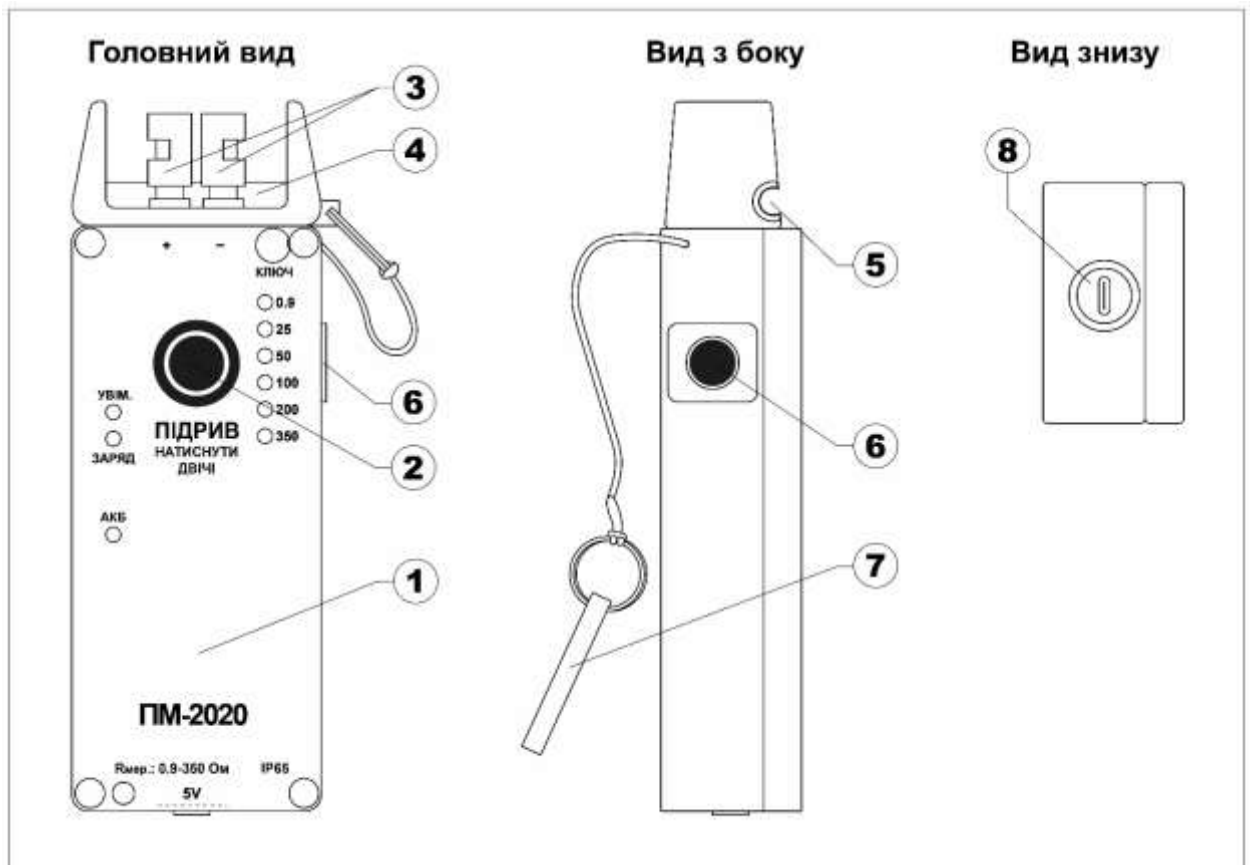

Рисунок. 2: Складові частини приладу
- 2.2. На верхньому торці приладу розташовані клеми для підключення електричного ланцюга вибухової мережі. Клеми захищені бампером в задній частині якого сформована виїмка для закріплення ключа при транспортуванні. На передній кришці розташовані індикатори, кнопка підриву та бойове гніздо ключа. На правій боковій стороні знаходиться кнопка вмикання приладу. На нижньому торці розташований зарядний роз'єм. До корпусу приладу за допомогою шнура прикріплено ключ. Складові частини приладу зображені на Рис. 2.